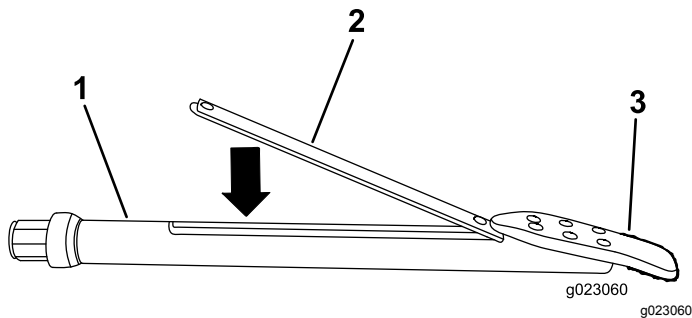

Bild 59
3. Setzen Sie das Ortungsgerät in das Sondengehäuse so ein, dass das vordere Ende zur Bohrkronen zeigt (Bild 59).